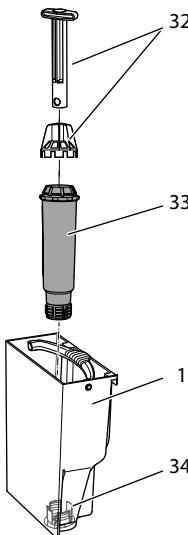

Fig. 19: *Iskruning/udsckruning af vandfilter*
- Fjern vandfilteret (se Fig. 19 på side 196).
9. Sæt et nyt filter ind i vandbeholderen (se Fig. 19).
3. Fjern vandbeholderen (se Fig. 19).